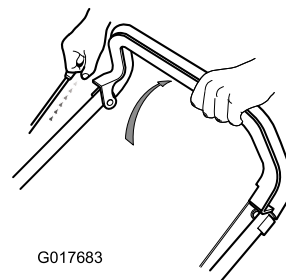

Figura 12
1. Tenete la maniglia di arresto del motore contro la stegola (Figura 12).
2. Tirate l'avviatore autoavvolgente (Figura 12)